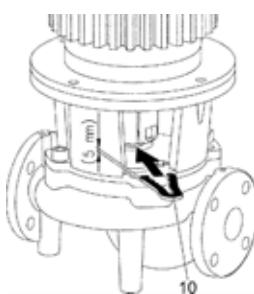

Fig. 45: Postavljanje montažne viljuške
- Umetnuti montažnu viljušku (Fig. 45, poz. 10) između laterne i spojnice. Montažna viljuška mora da nalegne bez zazora.
- Umetnuti montažnu viljušku (Fig. 45, poz. 10) između laterne i spojnica. Montažna viljuška mora da nalegne bez zazora.